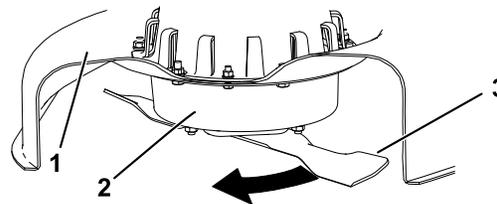

Figura 29
2. Llevando guantes fuertemente acolchados u otro tipo de protección apropiada para las manos, gire lentamente la cuchilla hasta una posición que permita medir la distancia entre el filo de corte y la superficie nivelada en la que descansa la máquina (Figura 29).